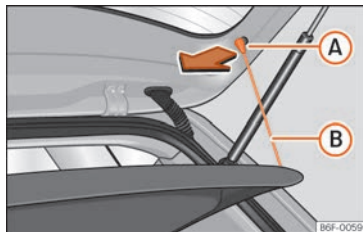

Fig. 145 Al maleter: desmuntar i muntar la safata.
- Desenganxeu els tirants de subjecció »» fig. 145 **B** dels allotjaments **A**.
- Enganxeu els tirants de subjecció »» fig. 145 **B** a la porta posterior.